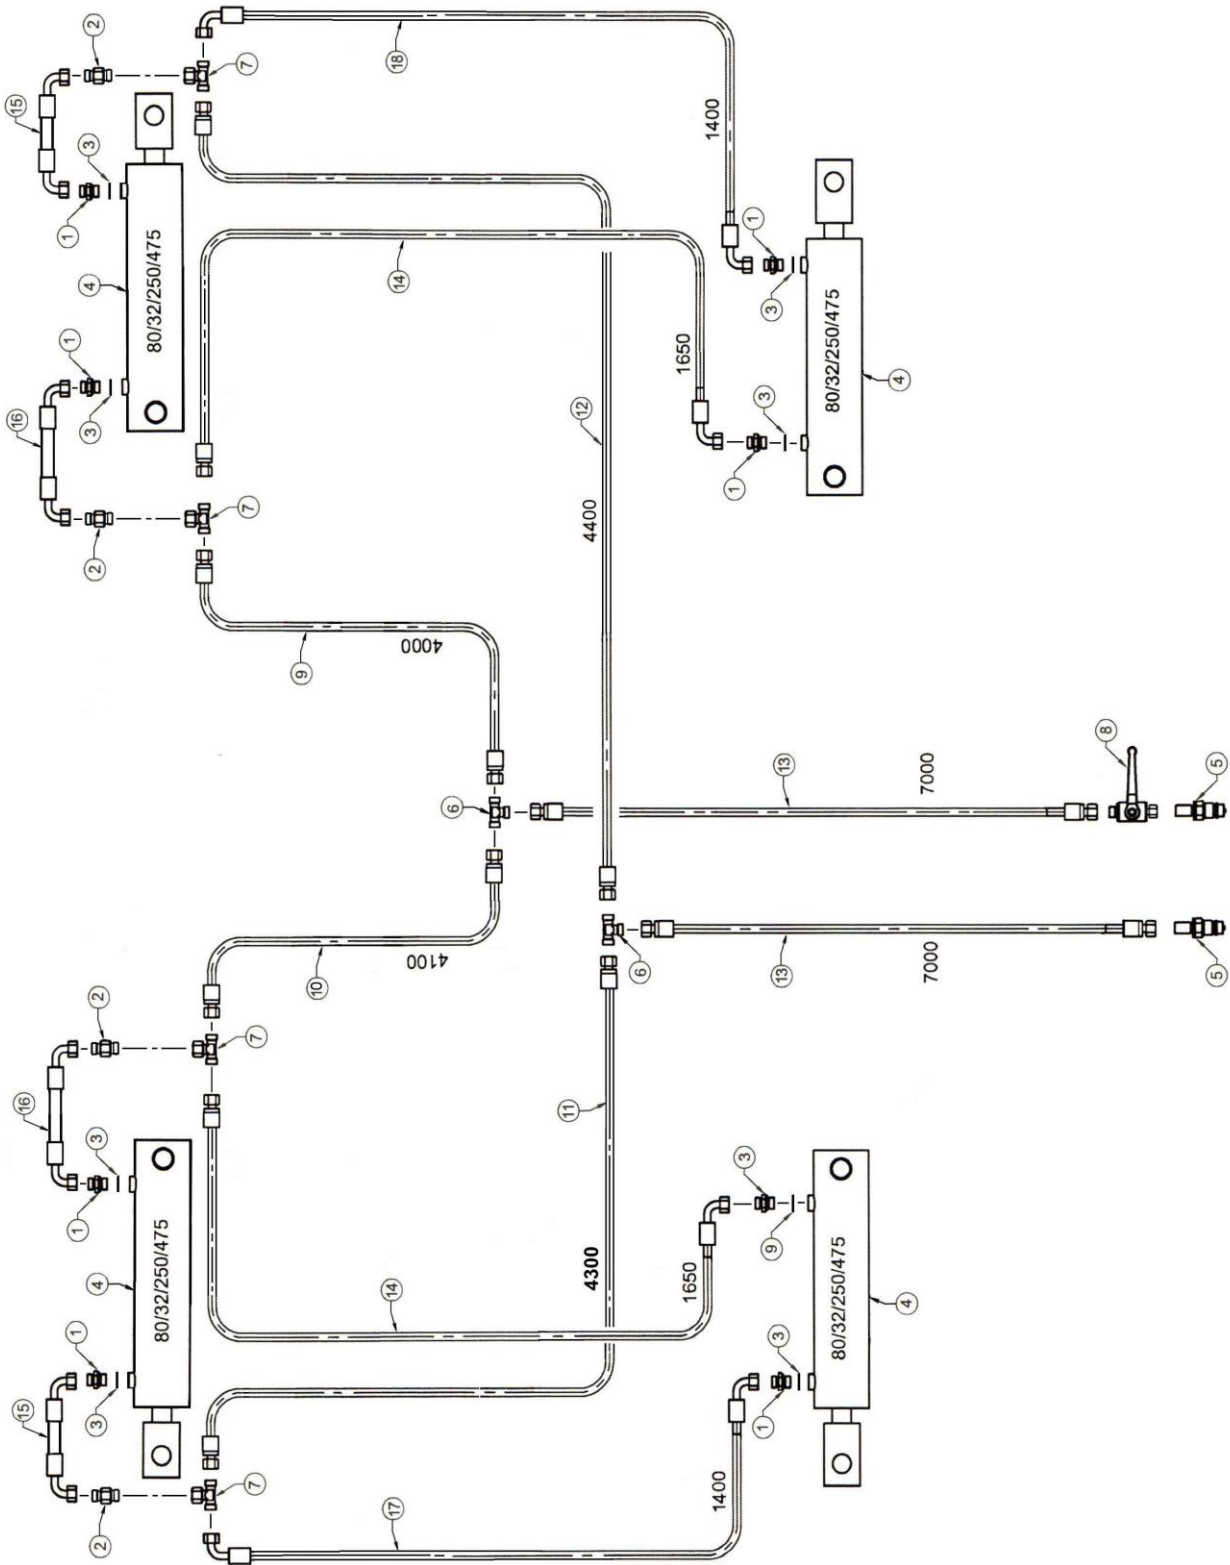

Рисунок 20 - Схема гидравлическая складывания – раскладывания закрылков
*Четвертый контур* (рисунок 20, таблица 23): Гидросистема складывания закрылков служит для подъема и опускания закрылков при переводе культиватора из рабочего положения в транспортное и обратно.